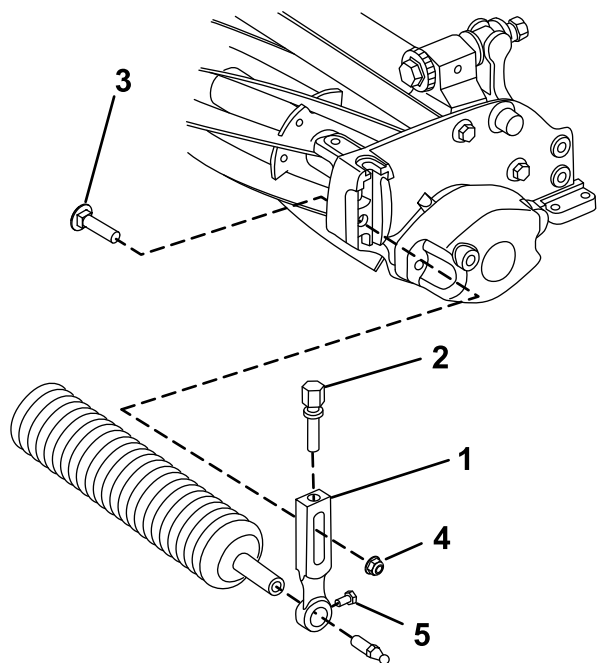

Figura 3
1. Îndepărtați șurubul plugului, aiba și contrapiulița cu guler care fixează unul dintre braele pentru înălțimea de tăiere pe placa laterală a unității de tăiere (Figura 3).
3. Glisai arborele rolei pe braul pentru înălțimea de tăiere de pe capătul opus al unității de tăiere (Figura 3).
4. Glisai braul pentru înălțimea de tăiere pe arborele rolei (Figura 3).
5. Fixai fără a strânge rola pe unitatea de tăiere cu braul pentru înălțimea de tăiere și dispozitivele de fixare îndepărtate anterior (Figura 3).
7. Strângeți uruburile pentru montarea rolei (Figura 3).
2. Slăbiți uruburile pentru montarea rolei din braele pentru înălțimea de tăiere (Figura 3).